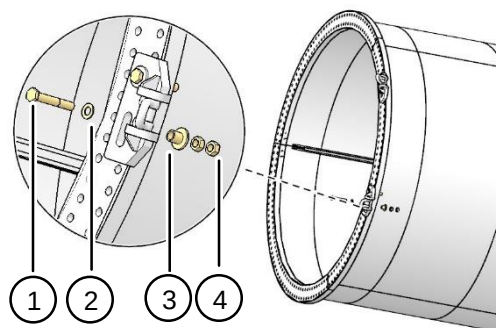

图 9-3 安装塔筒吊座
- 塔筒法兰螺栓孔为 $\phi 78$ 时，按图 9-3 所示，将塔筒吊座安装在塔筒法兰上。